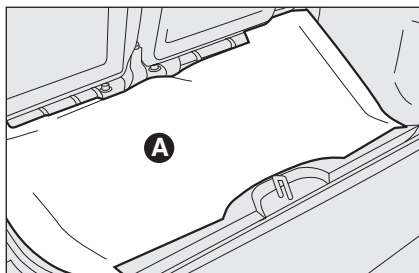

fig. 3
- ☐ levantar la alfombra del piso del maletero **A-fig. 3**;
- ☐ colocar la rueda de repuesto **D-fig. 3** en el compartimento del maletero;